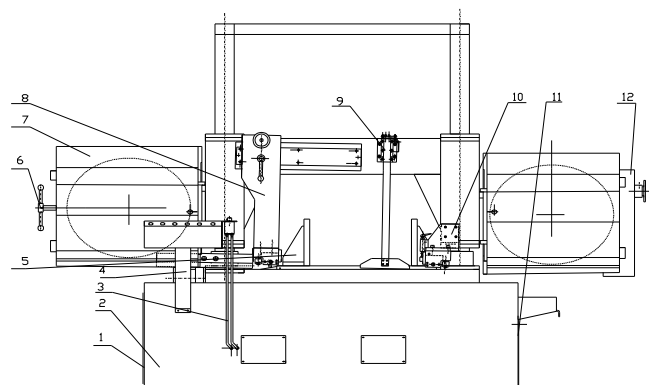

Рис.2
4.1. Органы управления - Рис.2 и рис.3
4. Затягивание материала (тиски) – рис.2,рис.3,рис.14